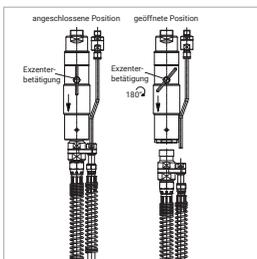

Abbildung 14
- ▶ Drehen Sie die Exzenterbetätigung (Pos. 2) um 180° (*Abbildung 14*).